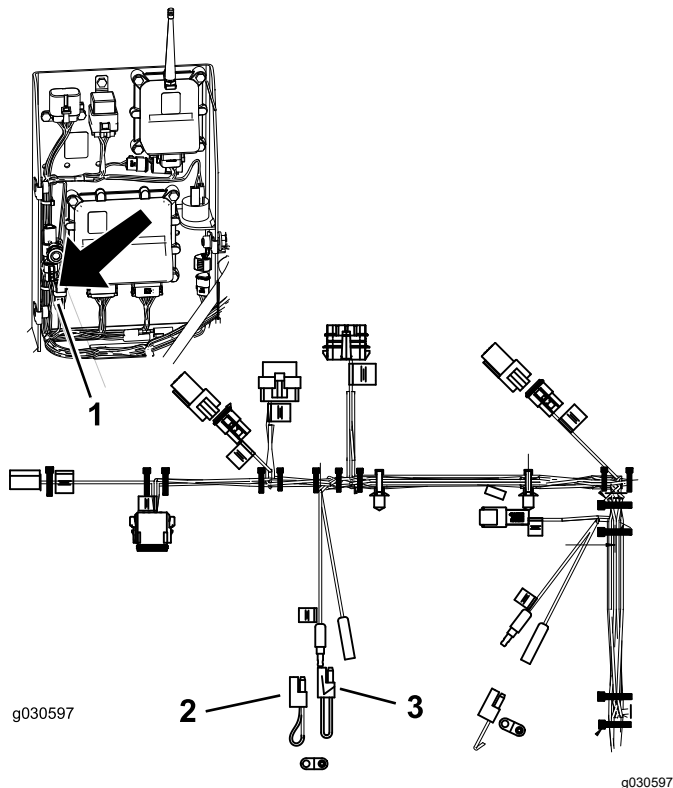

Figura 30
2. Scollegate i 2 collegamenti dei fili dal connettore a spirale illustrato in Figura 30.